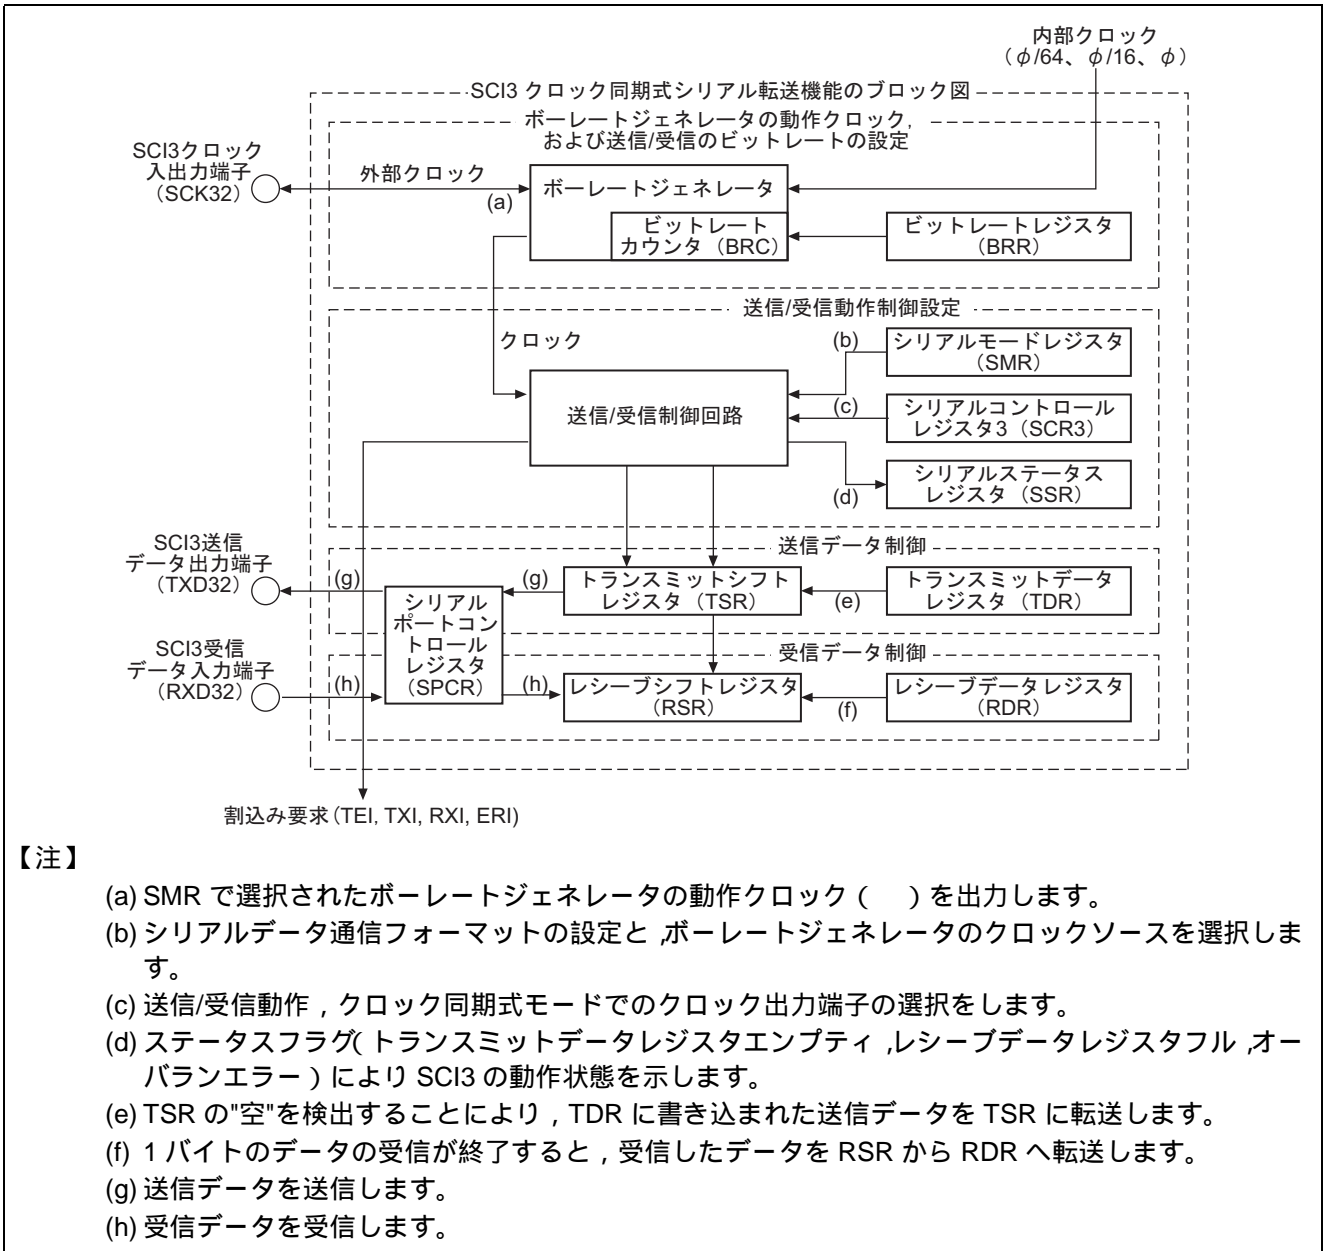

図2 クロック同期式シリアルデータ同時送受信のブロック図
- (1) 本タスク例では、シリアルコミュニケーションインタフェース (SCI : Serial Communication Interface) を使用して、クロック同期式のシリアルデータの送受信同時動作を行ないます。図 2 にクロック同期式シリアルデータ送受信同時動作のブロック図を示します。以下にクロック同期式シリアルデータ同時送受信のブロック図について説明します。